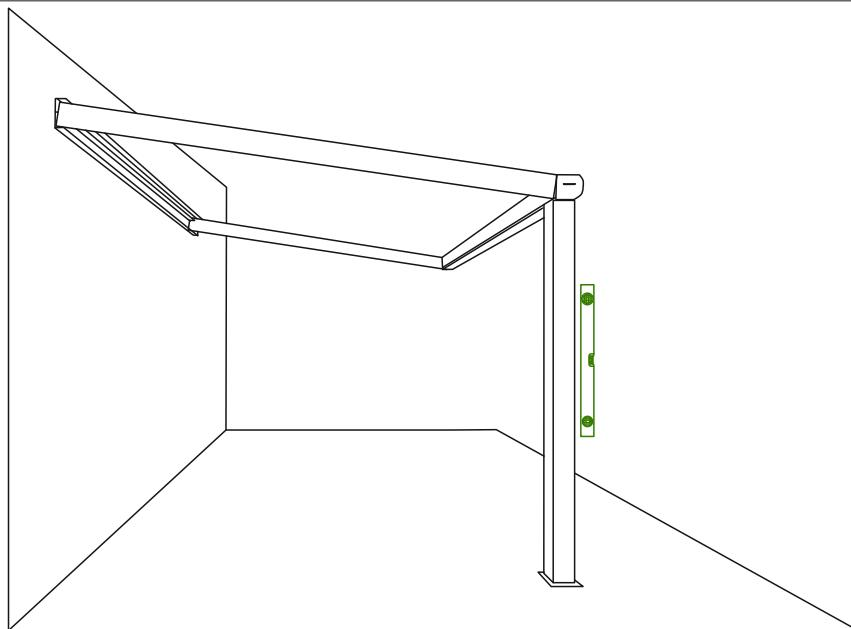

Abb. 7
**A) B)** 6. Platzieren Sie den einen Pfosten ohne das Ablaufrohr unter der Rinne und achten Sie darauf, dass der Pfosten senkrecht steht. Verwenden Sie dazu eine Wasserwaage. Siehe Abb. 7.